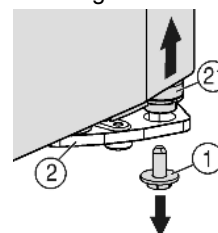
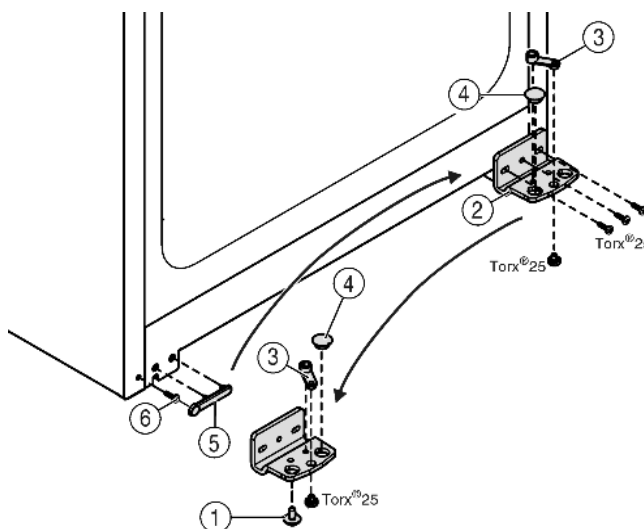

Fig. 5
Fig. 6
- ▶ Dévisser la vis de blocage du support d'appui Fig. 5 (1) en bas à droite.
- ▷ Le pivot d'appui Fig. 5 (21) se desserre du support d'appui Fig. 6 (2).
- ▶ Si le pivot d'appui Fig. 5 (21) ne se desserre pas, chasser le support par le bas.
- ▶ Dévisser le support d'appui Fig. 6 (2).
- ▶ Dévisser l'élément pivotant Fig. 6 (3) et le permuter dans le trou opposé du support d'appui, revisser à fond.
- ▶ Retirer le bouchon Fig. 6 (4) du support d'appui et le placer dans le trou du côté opposé au support d'appui.
- ▶ Retirer le cache Fig. 6 (5) côté poignée avec précaution.
- ▶ Retirer la vis Fig. 6 (6) et la revisser sur le côté opposé.
- ▶ Remettre en place le cache Fig. 6 (5).
- ▶ Revisser le support d'appui Fig. 6 (2) sur le nouveau côté charnière, en utilisant une visseuse sans fil si nécessaire, avec un couple de serrage de 4 Nm.
- Visser la vis d'arrêt Fig. 5 (1) en bas dans le pivot d'arrêt et la serrer à fond (**avec 4 Nm**).